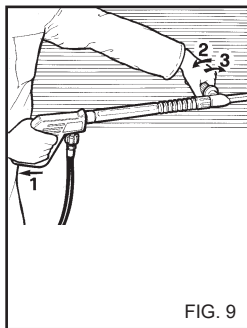

FIG. 9
- Wenn der Hochdruckreiniger nicht benutzt wird, die Sicherheitsvorrichtung am Griff schließen. (Fig. 9).
BENUTZUNG DER DOPPELSTAB LANZE (Fig.9).